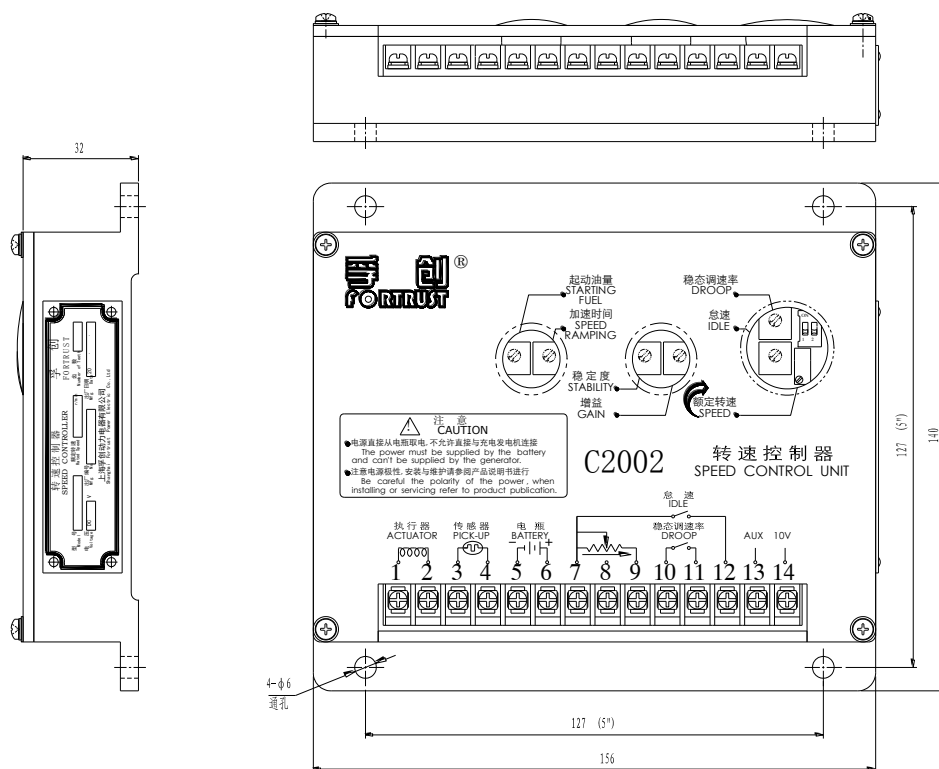

图 2.1.2 C2002 转速控制器外形及安装尺寸图
2.1.2 C2002 转速控制器外形及安装尺寸(如图 2.1.2 所示)